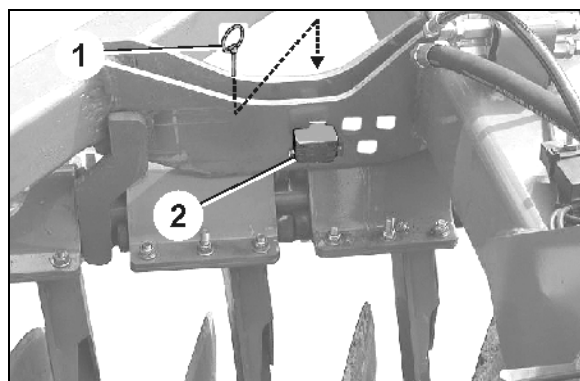

Fig. 18
1. Løsne splinten (Fig. 18/1)
2. Sett eksenterbolten (Fig. 18/2) i ønsket innstillingsposisjon.